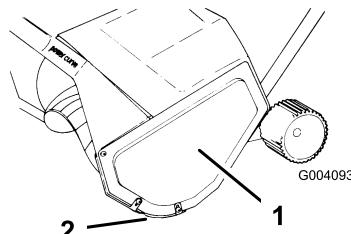

Figure 14
Remarque: Si vous ne parvenez pas à déposer l'arbre en tenant la fraise, déposez le capot gauche et le patin (Figure 14).
1. Retirez les 3 vis de fixation du capot gauche au châssis de la souffleuse à neige (Figure 14).
1. Retirez les 3 vis de fixation du capot gauche et du patin au châssis de la souffleuse à neige (Figure 14).